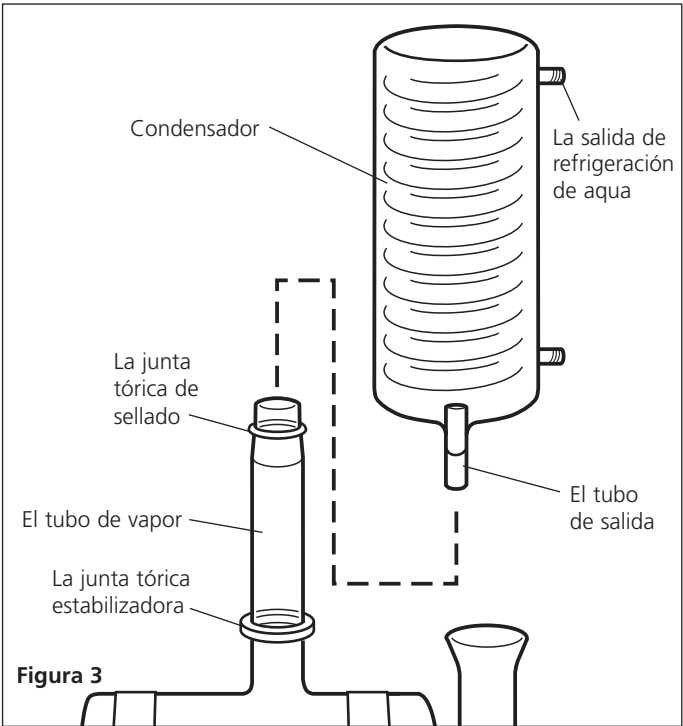

Figura 3
5. Asegúrese de que la junta tórica de sellado y la junta tórica estabilizadora estén correctamente colocadas, según se muestra en la Figura 3. Monte el condensador WC48/M2 montándolo en el tubo de vapor de la caldera. Asegúrese de que tubo de salida de destilado del condensador está orientado hacia la parte delantera y que la salida de refrigeración esté paralela a la unidad.